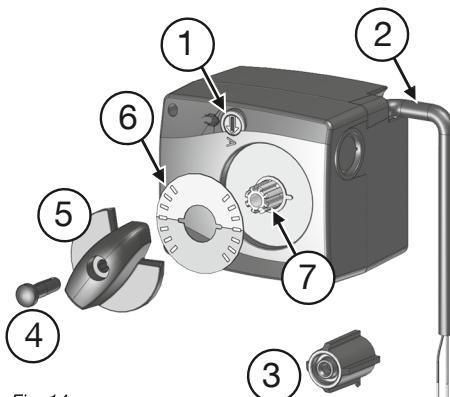

Fig. 14
- Retirer le bouton tournant (5) et le bouchon (4) de l'arbre creux (7).
- Tourner le disque indicateur (6) de 180° de telle manière que la **zone rouge** soit orientée vers le haut (fig. 14).
- Replacer le bouton tournant (5) et le bouchon (4) sur l'arbre creux (7).